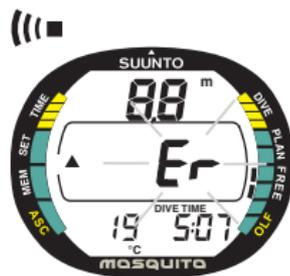

Fig. 3.32 Pantalla después de haber superado los 5 minutos. La mención Er parpadea y aparece la flecha hacia arriba.
Superados los 6 minutos el Mosquito entra en el Modo Error y se muestra permanentemente la mención Er (Fig. 3.32).
- Se superan los 5 minutos de utilización en el modo apnea. Se muestra la abreviación Er así como una flecha apuntando hacia arriba. Después de 5 + 1 minutos el Mosquito pasa a Modo Error (Fig. 3.32).